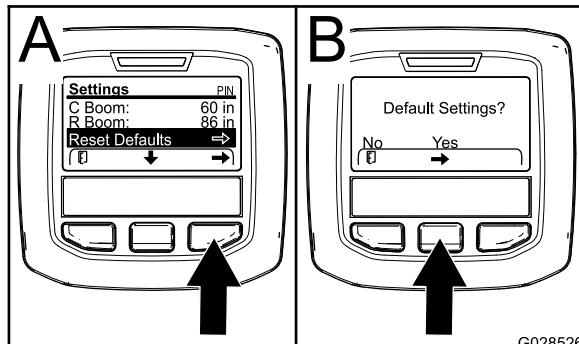

Bild 75
1. Drücken Sie die mittlere Auswahltaste, um auf den Eintrag „Reset Default“ zu navigieren (Bild 75).
3. Drücken Sie auf dem Bildschirm „Default Settings“ die linke Auswahltaste für NEIN oder die rechte Auswahltaste für JA (Bild 75).